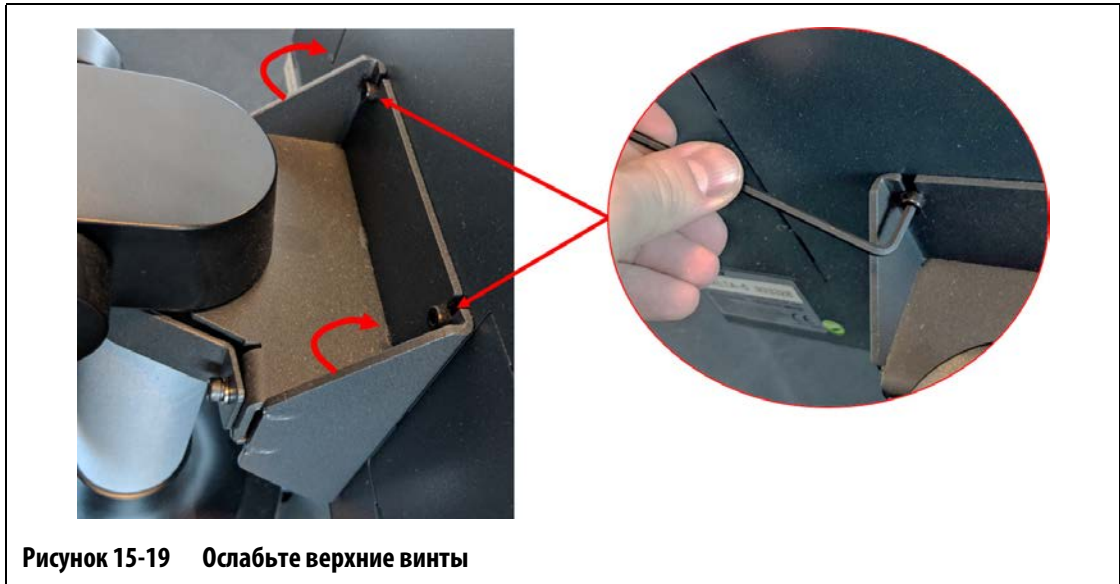

Рисунок 15-19 Ослабьте верхние винты
- Найдите два верхних фиксатора, которые крепят микроконтроллер к монтажному кронштейну, и ослабьте их шестигранным ключом или шестигранным шлицем на 4мм под прямым углом. См. Рисунок 15-19.